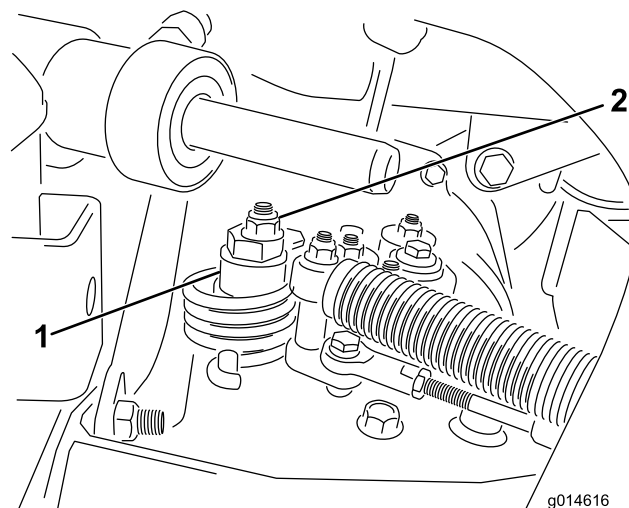

Bild 49
- A. Lösen Sie die Mutter, mit der der Exzenter oben am Hydrostat befestigt ist (Bild 49).
- C. Drehen Sie den Exzenter, bis kein Kriechen in jeder Richtung auftritt. Ziehen Sie die Schraube fest, wenn sich das Rad nicht mehr dreht, um den Exzenter und die Einstellung zu arretieren (Bild 49). Überprüfen Sie die Einstellung mit dem Gasbedienungshebel auf Langsam“ und auf Schnell“.